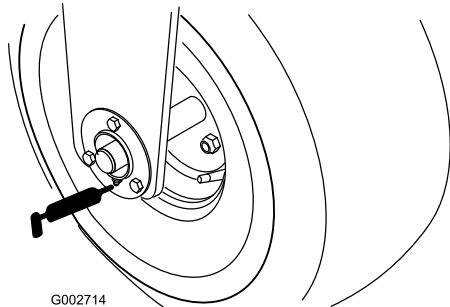

Figura 20
- cuscinetto ruota anteriore (1) (Figura 20)